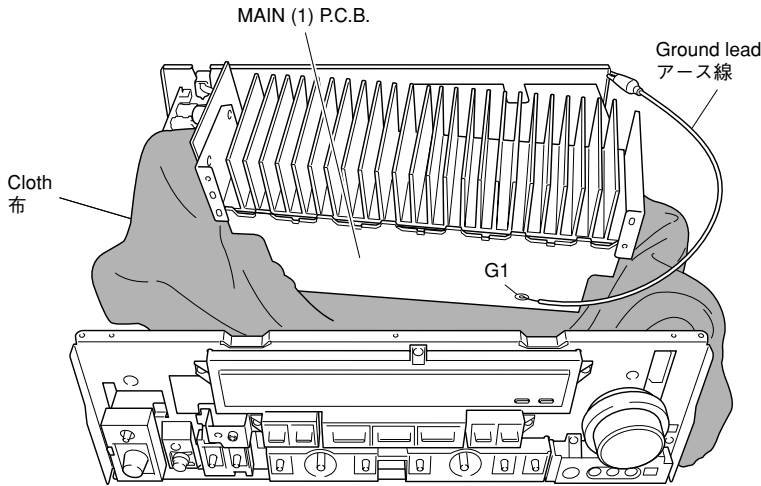

Fig. 8
- Put a Cloth over the equipment. Put the MAIN (1), (5), POWER (1), (2) and SUBTRANS (4) P.C.B.s together with the heat sink upright on the Cloth and check them. (Fig. 8)
- 布を敷きます。その上にMAIN(1)、(5)、POWER(1)、(2)、SUBTRANS(4)P.C.B.をヒートシンクと一緒に立ててチェックします。(Fig. 8)